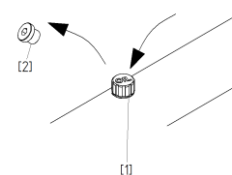

Fig. 1
- Erstat skrueroppen (2) med udluftningsproppen (1) (se Fig.1)